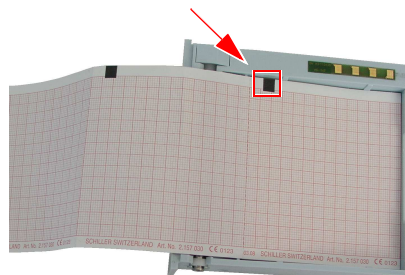

**Рис. 6.17** Вставлена новая пачка Z-образно сложенной бумаги
3. Вставьте новую пачку Z-образно сложенной бумаги в лоток, как показано на Рис. 6.17. Убедитесь, что черная точка (метка) расположена сверху.